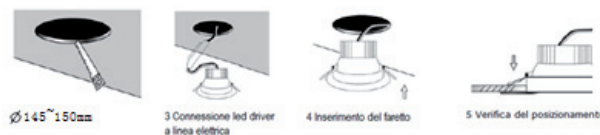

Fig1 Operazioni di installazione: foro incasso 145-150mm
- 2) Forare il soffitto in cartongesso in accordo alle dimensioni di installazione di fig 1